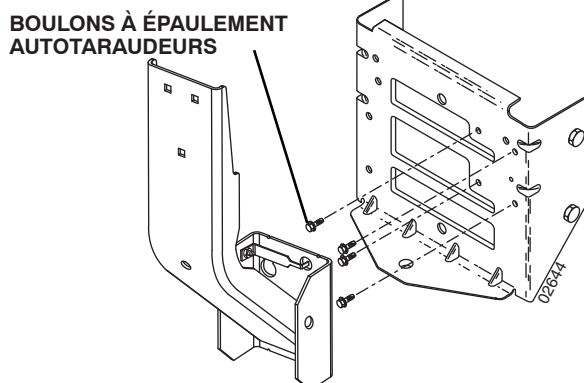

FIG. 1B
REMARQUE : Si la nouvelle barre d'attelage dispose déjà de quatre (4) boulons à épaulement, suspendre simplement le support de montage sur les boulons. Jeter les boulons à épaulement inclus et ne pas tenir compte de la Fig. 1B.
BOULONS À ÉPAULEMENT AUTOTARAUDEURS (voir Fig. 1B)